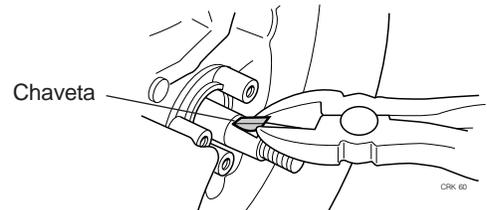

Figura 8.6 Extracción de la chaveta semicircular
Paso 4. Use unas pinzas diagonales para extraer la chaveta media luna de la ranura en el extremo del cigüeñal (figura 8.6)